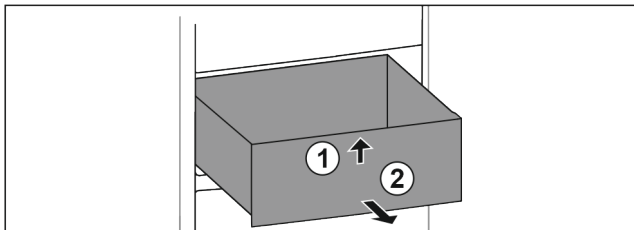

Fig. 69
- ▶ Levante el cajón por delante. Fig. 69 (1)
- ▶ Extraiga el cajón hacia adelante. Fig. 69 (2)